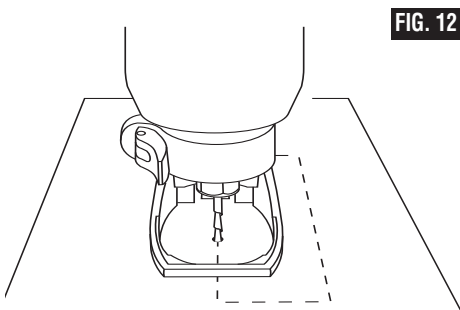

FIG. 12
Paso 4: Ponga la herramienta con cuidado en un ángulo de 90° para empezar a cortar (Fig. 12). La guía de la base debe quedar al ras con la superficie del material. Todos los materiales deben cortarse avanzando hacia la derecha (EXCEPTO al cortar alrededor de una caja de salida en un muro), en forma lenta y continua.